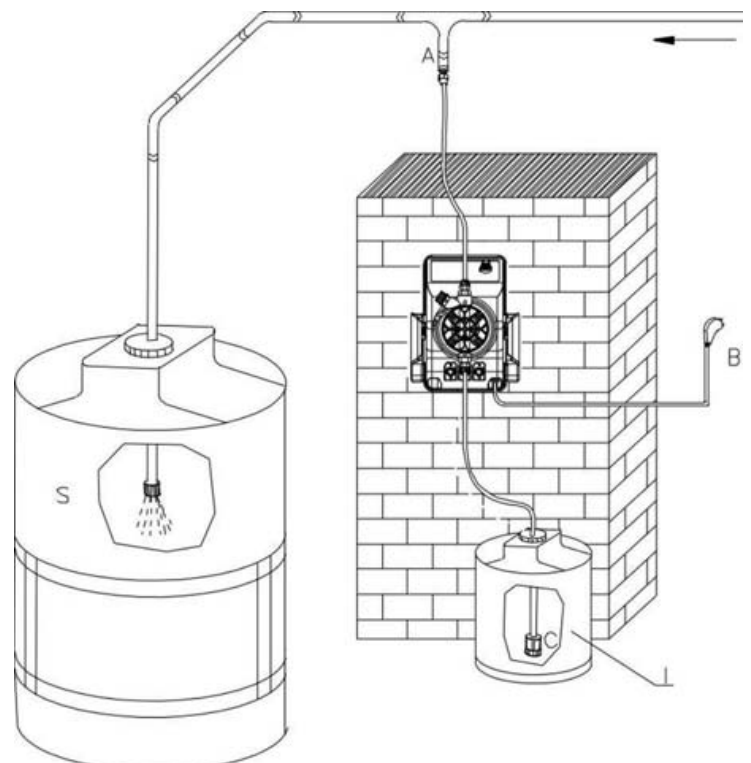

Abb. 13
6.2 - TYPISCHER ANLAGENPLAN (Abb. 13)